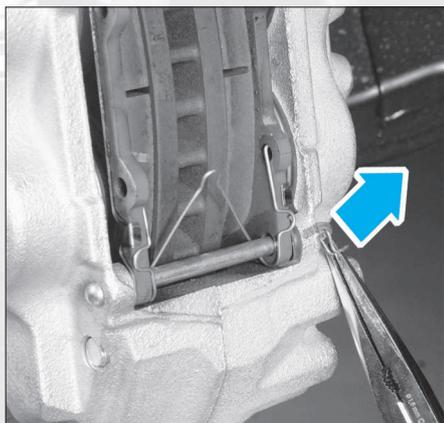

FIG. 6
- Déposer les agrafes des axes de plaquettes (fig. 6).